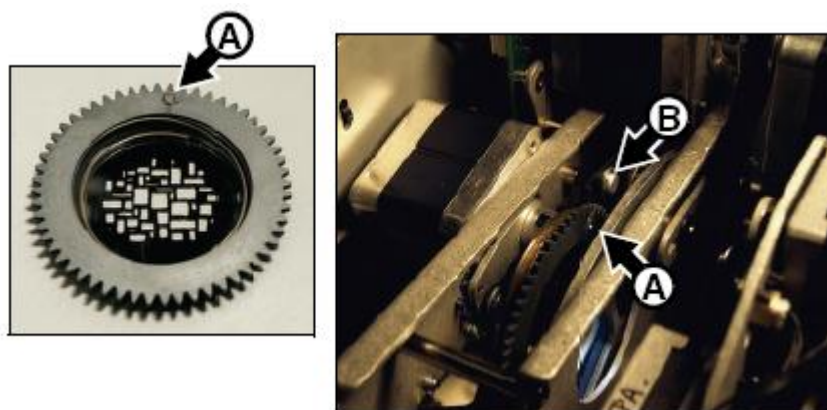

Рисунок 18. Положение держателя гобо для замены
4. См. рисунок 18. Поворачивайте держатель гобо, пока магнит A не сравняется с точкой отсчета, которую вы выбрали на рамке модуля (например, B). Снимайте и вставляйте гобо по одному с магнитами держателя гобо у точки отсчета, стараясь избежать вращения колеса гобо во время удаления гобо. Это позволит сохранить ту ориентацию гобо, на которую они рассчитаны, и избежать необходимости перепрограммировать контроллер из-за изменения ориентации гобо во время сервисных работ.